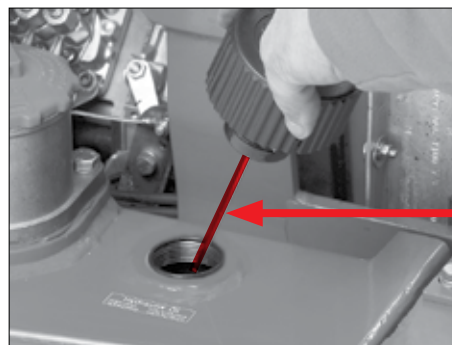

Fig. 115
5. Oliemålepinden sidder på undersiden af ventilationsfilteret. Træk oliemålepinden (Fig. 115) ud.